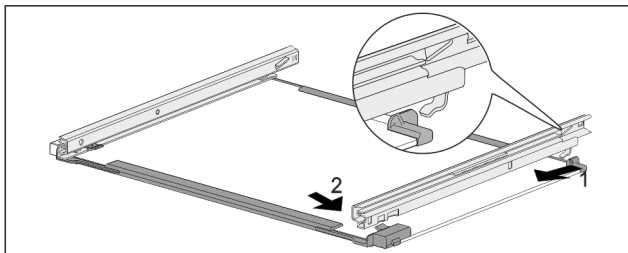

Fig. 143 Glasplaat met rails
- ▶ Rail achter vasthaken. Fig. 143 (1)
- ▶ Rail voor vasthaken. Fig. 143 (2)